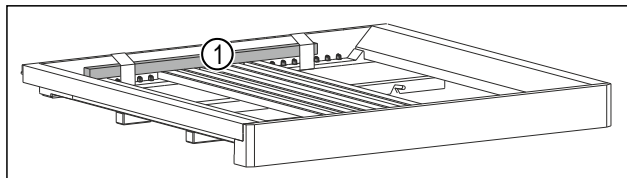

Fig. 52 *
- ▶ Noņemiet koka stieni Fig. 52 (1).*